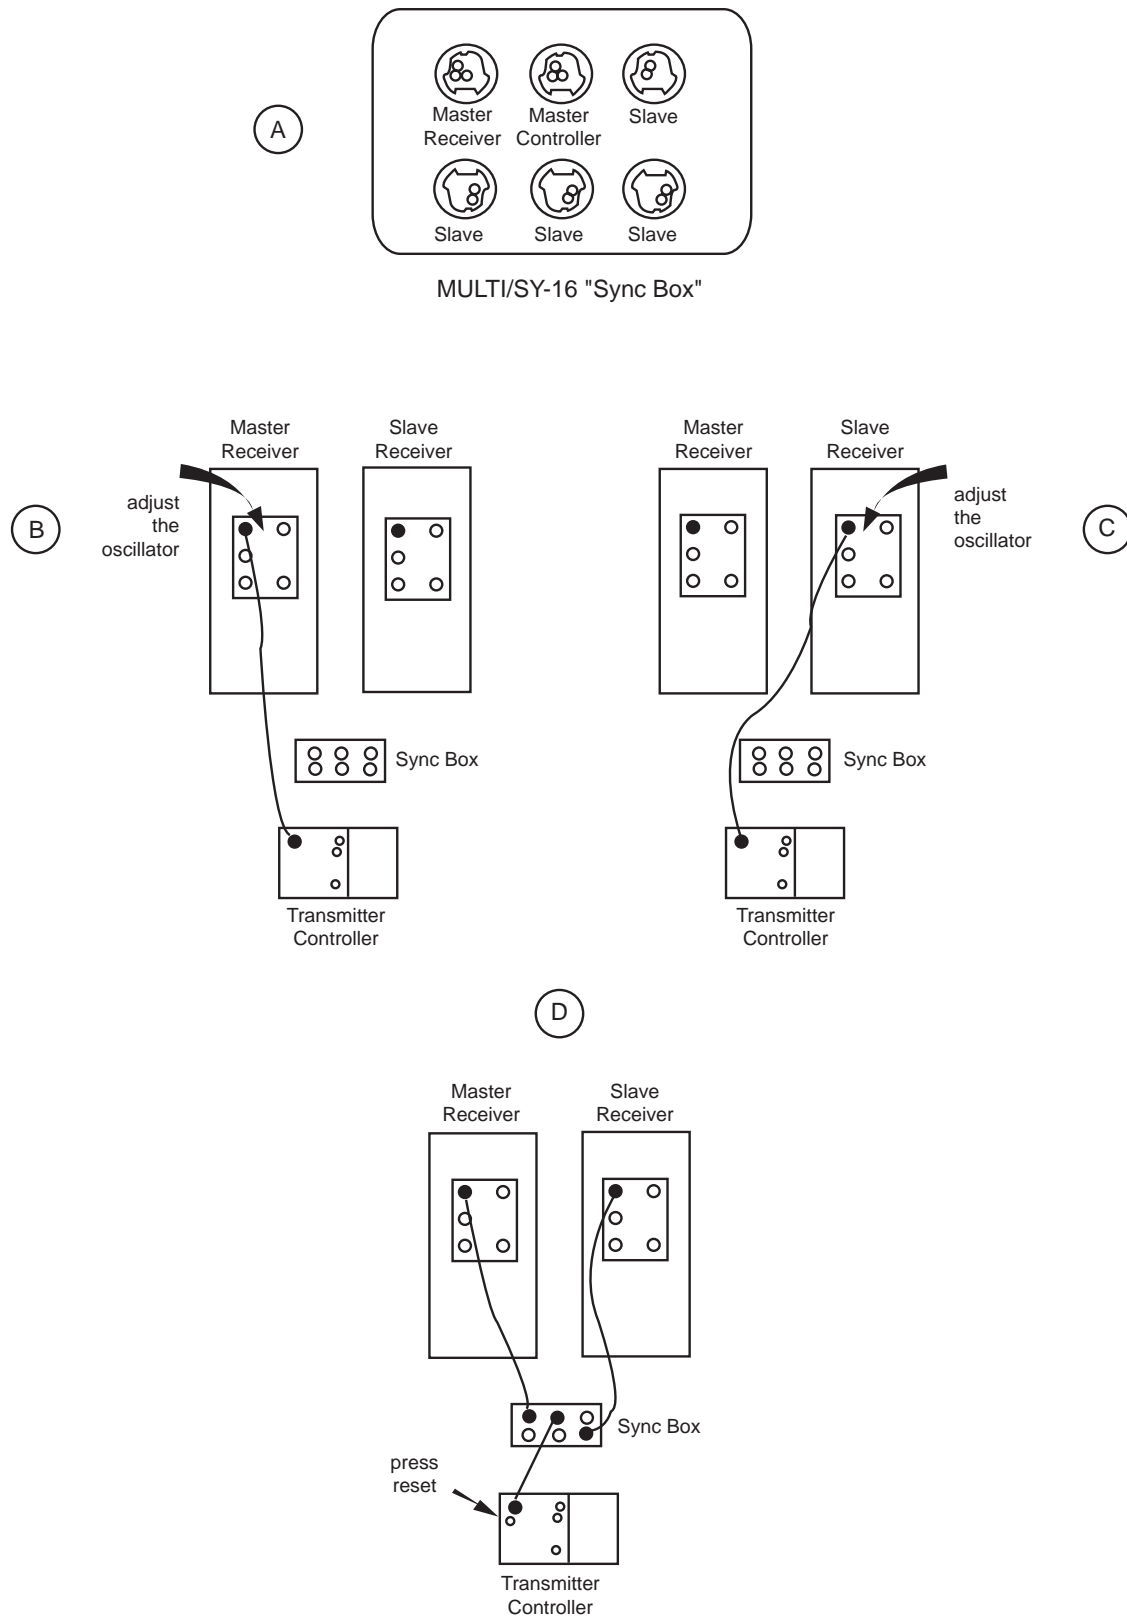

图6.5 - 用老型号 MULTI/SY-16 同步盒同步多台接收机系统
1. 从 ZONGE 公司获取 MULTI/SY-16 同步盒(图 6.5(a)). 和外加同步电缆(每台接收机配备一条).
2. 在主 GDP-32 的发送机输入/输出端口和发送机控制器输入/输出端口之间连接同步. 电缆,如图 6.5(b)所示.
4. 从主接收机上移开同步电缆,连接到从属接收机,参阅图 6.5.
4. 在从属控制器输入/输出端口和同步盒上任何从属端口之间用附加电缆,作如图 6.5(d)所示的配置.
2. 将一台控制器的校准输出连接到通道 2,而将另一控制器连接到通道 3,用通道 1 连接 GDP 校准输出,如图 6.5(d)所示: